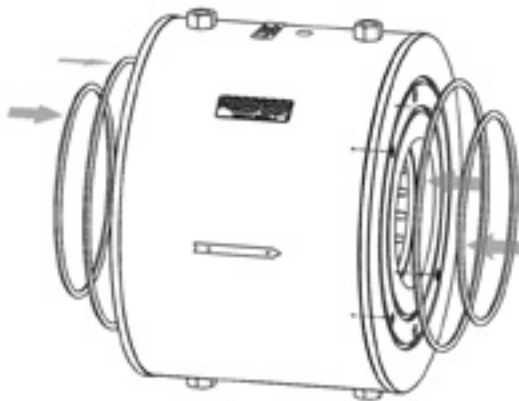

Abbildung 20 – Bringen Sie die O-Ringe der Abdeckplatte wieder an.
16. Bringen Sie die Rumpfbaugruppe wieder in die horizontale Position (wenn die Druckentlastung horizontal angebracht ist) und tauschen Sie die O-Ringe der Abdeckplatte aus, wie in Abbildung 20 unten gezeigt. O-Ringe müssen vor der Installation gleichmäßig mit einer dünnen Schicht O-Ring-Schmiermittel bedeckt werden.